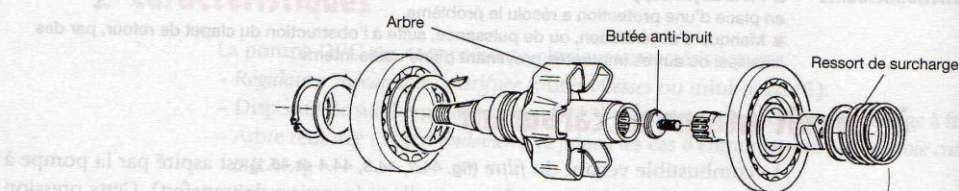

Figure 44.4. Entraînement DPC (modèle avec roulements)
- Régulateur mécanique centrifuge toutes vitesses ou mini-maxi (5).
- Dispositif de surcharge automatique (13) permettant un meilleur démarrage à froid.
- Arbre renforcé (1) par roulements (2) dans les cas d'entraînement par courroie crantée (fig. 44.4).
- Réglage du *débit* par lame ressort (15) (plus précis), avec dispositif permettant la variation en fonction de la *pression de suralimentation*.
- Diverses autres réalisations : dégazage, butée anti-calage, *électrovanne* d'arrêt (9), mode de fixation par brides à deux ou trois trous, potentiomètre de charge, *contacteur* de postchauffage, anti-démarrage, etc.